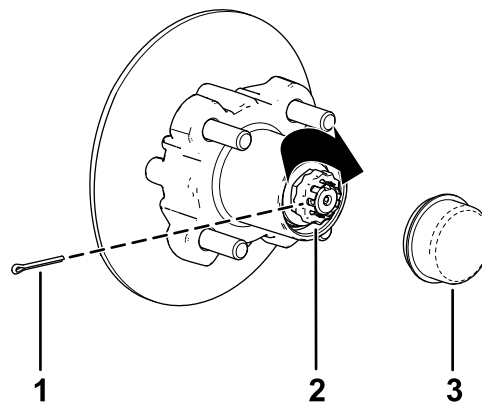

Figura 39
8. Coloque el retenedor sobre la tuerca y compruebe la alineación de la ranura del retenedor y el orificio de la claveta de la mangueta (Figura 39).
9. Instale la claveta y doble las patas alrededor del retenedor (Figura 39).
10. Instale el tapón guardapolvo sobre el cubo (Figura 39).